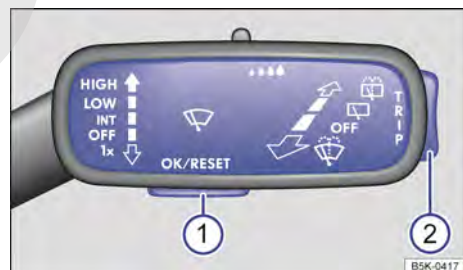

Fig. 25 En el lado derecho de la columna de dirección: teclas de la palanca del limpiacristales (representación esquemática). <
Mientras haya una advertencia con prioridad 1 → pág. 21, no se podrá acceder a ningún menú. Algunas advertencias se pueden confirmar y ocultar con la tecla → fig. 25 ①. ▶
- Si se muestra un mensaje o el pictograma de un vehículo, pulse la tecla → fig. 25 ①, dado el caso varias veces.
- Para visualizar los menús → pág. 27 o volver a la selección de menús desde un menú o una indicación informativa, mantenga presionada la tecla basculante ②.
- Para abrir el menú o la indicación informativa que se muestre, pulse la tecla ① o espere algunos segundos hasta que el menú o la indicación informativa se abra automáticamente.